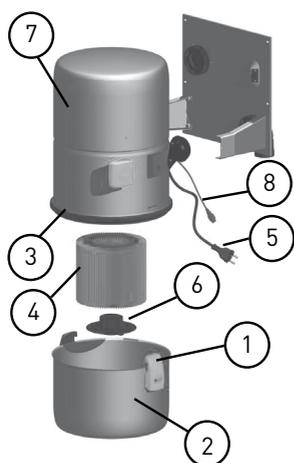

Figure 5.
- Vérifiez la connexion du câble basse tension sur le support mural (Figure 5; 8)
- Testez le démarrage du moteur : partir du câble basse tension de l'unité centrale (Figure 5 & 6; 8) connectez le circuit de démarrage 24V de l'unité centrale avec du fil métallique, par exemple.